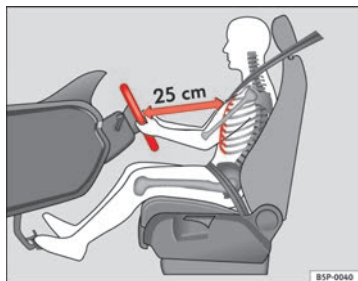

Abb. 1 Der richtige Abstand des Fahrers zum Lenkrad
- Stellen Sie das Lenkrad so ein, dass der Abstand zwischen Lenkrad und Brustkorb mindestens 25 cm beträgt ⇒ **Abb. 1**.
⇒ Abb. 1. Sitzen Sie näher als 25 cm, kann Sie das Airbag-System nicht richtig schützen.